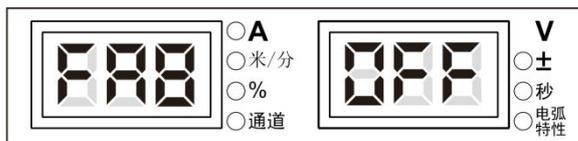

图3-38 FA8 显示界面
1. 进入内部菜单，调节焊接电源面板旋钮至 **FA8**，如图 3-38 所示。